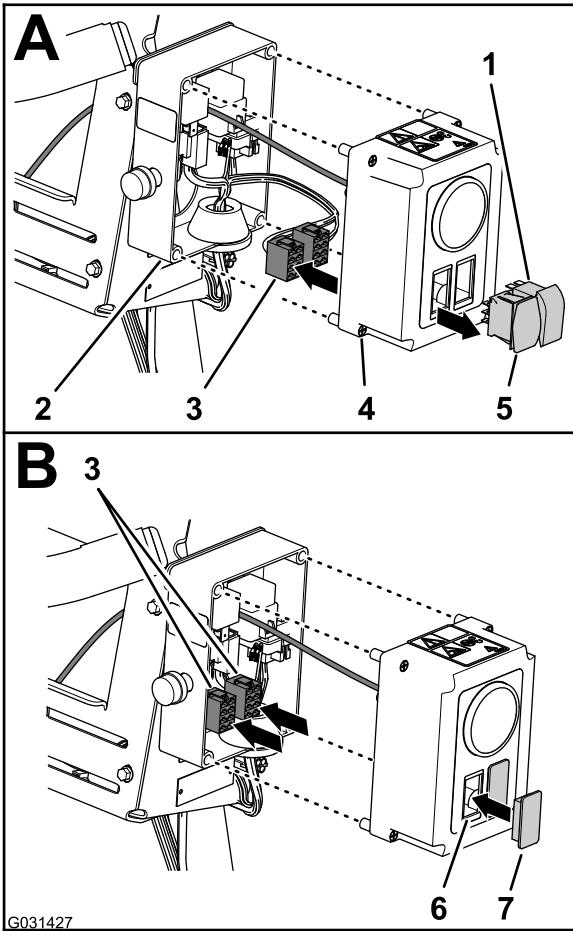
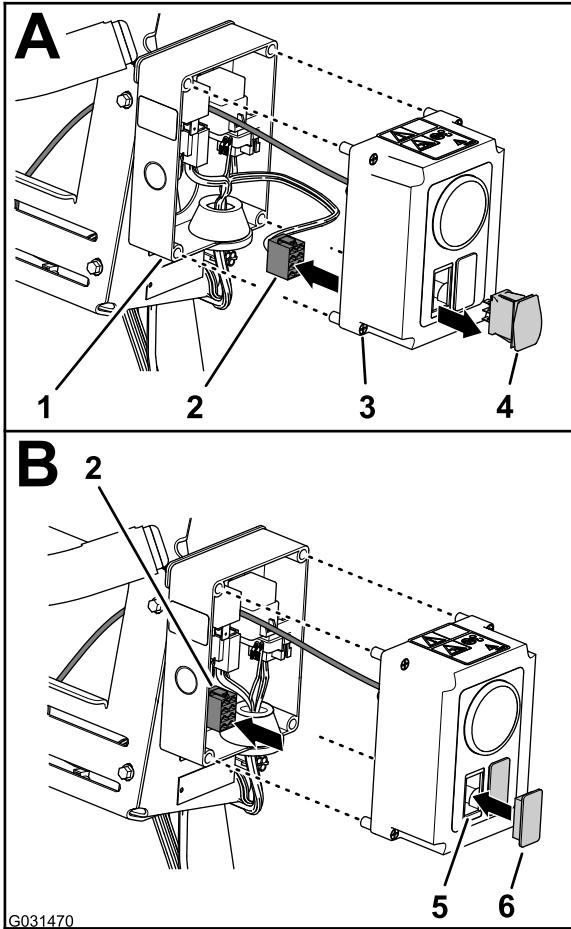

Bild 15
Bild 16
- Lösen Sie am Schaltkasten für die elektrische Schlauchtrommel die vier Abdeckungsschrauben, mit denen die Abdeckung am Schaltkasten befestigt ist, und ziehen Sie die Abdeckung vorsichtig heraus (Bild 15).
- Ziehen Sie die zwei Anschlüsse (8-Buchsen-Stecker) für den Kabelbaum des Schaltkastens vom Drucksteuerungs- und Ein/Aus-Schalter ab (Bild 15).
- Verlegen Sie die zwei 8-Buchsen-Stecker im Innern des Schaltkastens (Bild 15).
- Drücken Sie die Verriegelungsnasen der zwei Schalter zusammen und drücken Sie die Schalter aus der Abdeckung des Schaltkastens heraus (Bild 15).
- Ziehen Sie die 8-Buchsen-Stecker für den Schaltkastenkabelbaum vom Drucksteuerungsschalter ab (Bild 16).
- Verlegen Sie den 8-Buchsen-Stecker im Innern des Schaltkastens (Bild 16).
- Drücken Sie die Verriegelungsnasen des Schalters zusammen und drücken Sie den Schalter aus der Abdeckung des Schaltkastens heraus (Bild 16).
- aus, von denen Sie die Schalter entfernt haben (Bild 15 und Bild 16).
- Setzen Sie die Schalterblenden in die Abdeckung ein, bis die Blenden richtig in der Abdeckung einrasten (Bild 15 und Bild 16).
- Fluchten Sie die Abdeckung des Schaltkastens aus und befestigen sie mit den vier Abdeckungsschrauben am Kasten (Bild 15).